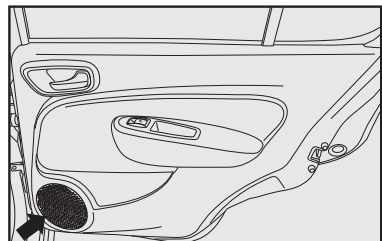

fig. 104
- dois alto-falantes full-range traseiros de 5" com 20 W RMS de potência cada **fig. 104**.